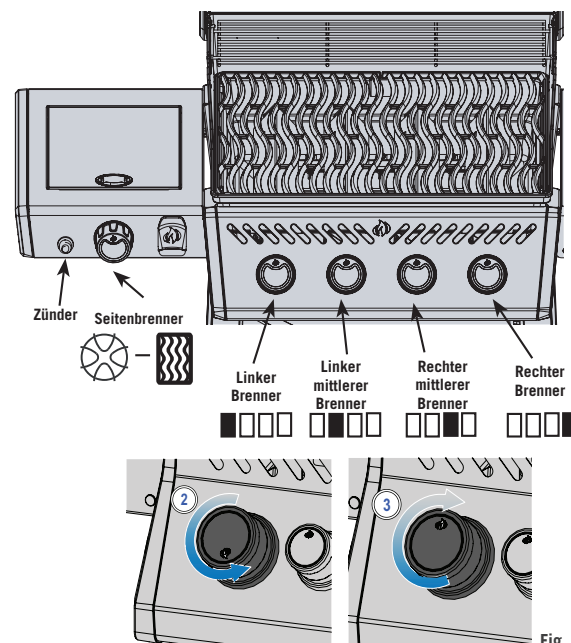

Fig. 1
4. Falls Zündflamme und Brenner nicht binnen fünf Sekunden zünden, drehen Sie den Bedienknopf im Uhrzeigersinn zurück auf AUS. Warten Sie fünf Minuten, bis sich das Gas verflüchtigt hat. Wiederholen Sie Schritt 2 und 3 oder verwenden Sie ein Streichholz zum Anzünden. (Abb. 1)